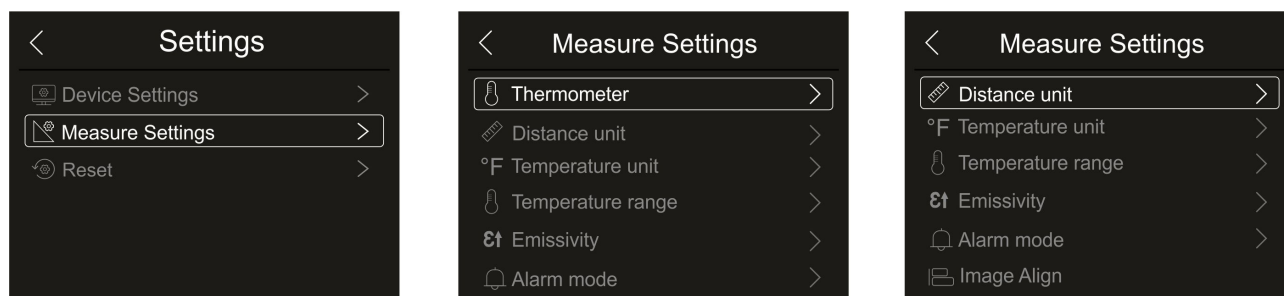

Fig. 20: Menu Measure settings
1. Clique em “Auto Power Off” para definir o tempo de desligar automaticamente do instrumento. O ecrã da Fig. 20 - lado direito é exibido:
Nesta secção (ver Fig. 20) é possível definir o tipo de medição, os valores dos parâmetros de compensação e a configuração das condições de alarme. Clique no ecrã para ativar / desativar as opções desejadas.